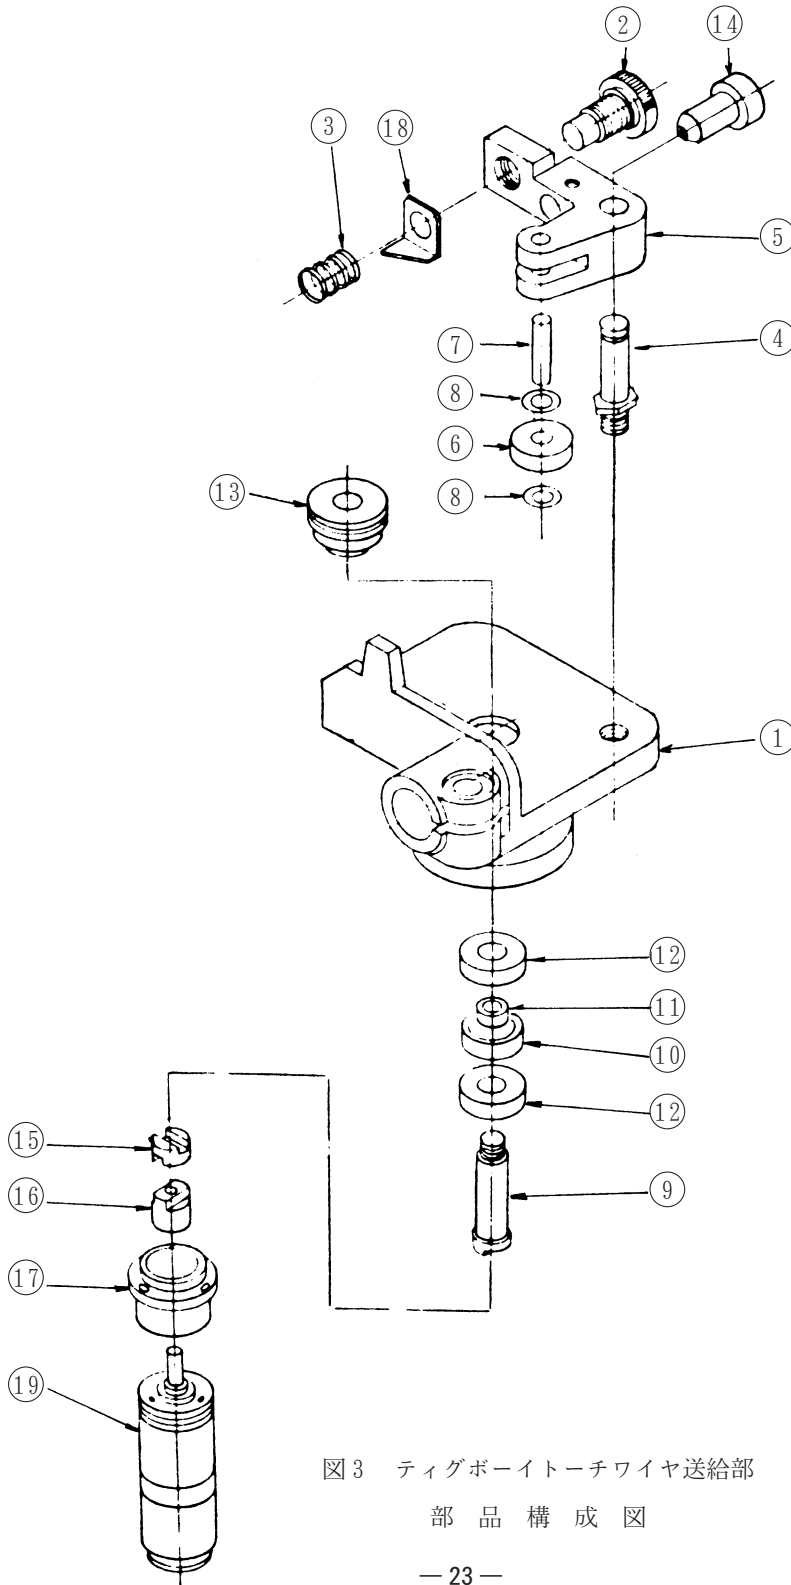

図3 ティグボーイターチワイヤ送給部
⑩ パーツリスト (つづき)
(3) ティグボーイワイヤ送給部：空冷、水冷形共通です。(図3参照)